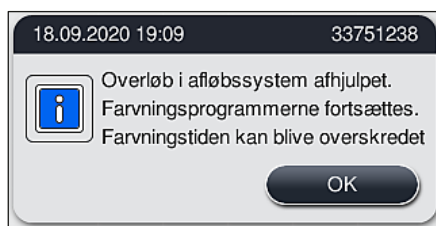

Fig. 121
- ✓ Hvis det blokerede vand løber fra, informerer end anden meddelelse på displayet (→ "Fig. 121") brugeren om, at farvningsprocessen kan fortsætte. Tryk på **Ok** (→ "Fig. 121") for at fortsætte.
1. Hvis efterfølgende rengøringsforsøg lykkes, og blokeringen kan fjernes, falder vandniveauet til under det kritiske niveau. En meddelelse på displayet (→ "Fig. 121") informerer brugeren om, at farvningsprogrammerne kan fortsætte. Tryk på **OK** (→ "Fig. 121") for at fortsætte. Starten af programmerne vises, og programmerne i processen fortsætter automatisk.